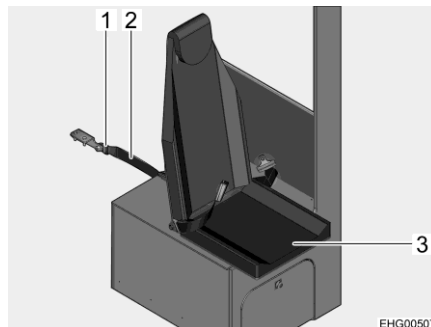

Bild 31 Säkra hopfällbar stol
- Sätt i säkerhetsremmen (Bild 31,2) i bättlåset (Bild 31,1).
- Fäll ned sittytan (Bild 31,3).